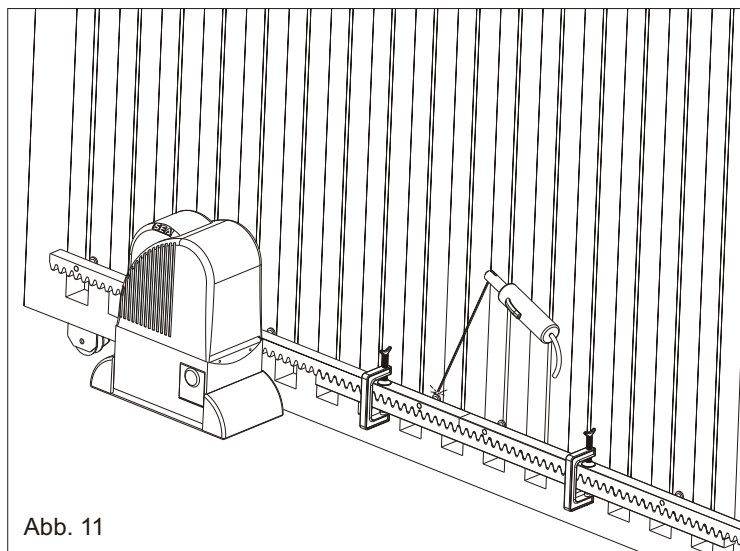

Abb. 11
6.5. Sich vergewissern, dass sämtliche Zahnstangenglieder bindig aneinandergereiht und ordentlich verlegt wurden (synchronisierte Verzahnung). Es wird empfohlen, zwei aneinandergereihte Glieder, einem dritten, wie in Abb. 11, gegenüberzustellen;